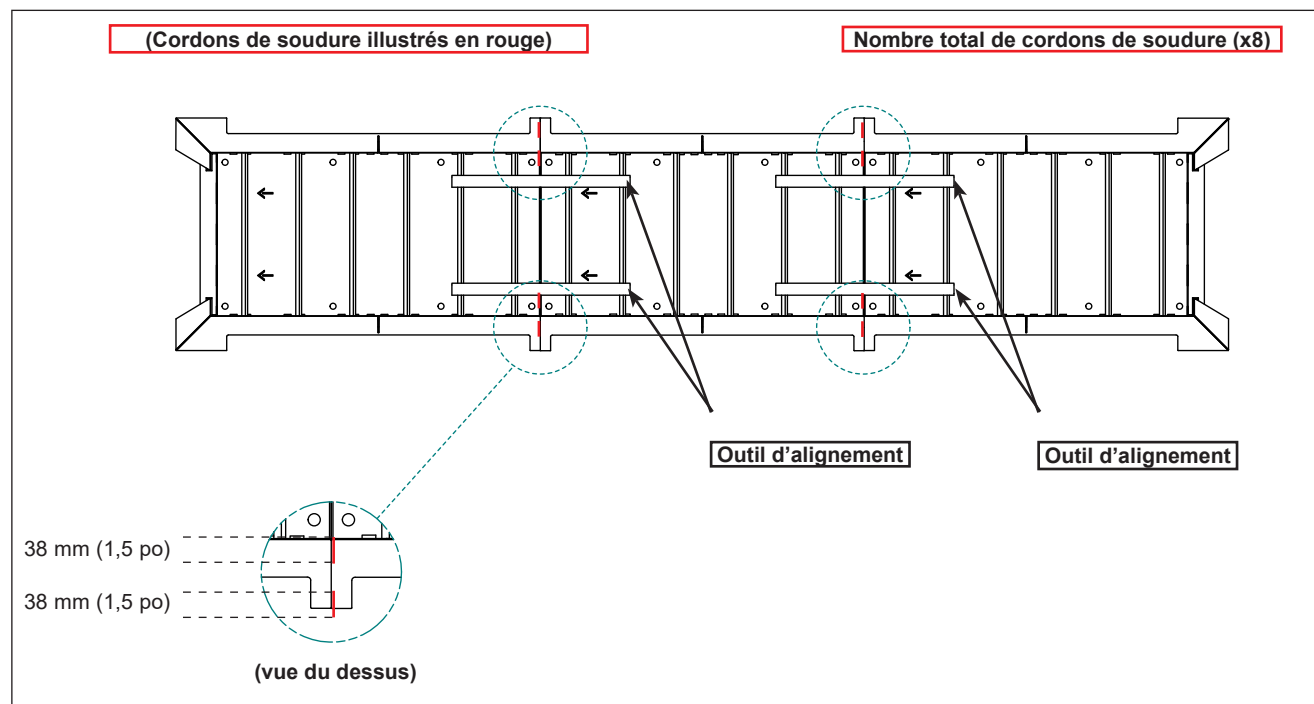

Figure 23
1. Mettre les plaques de roulage provisoirement en place en respectant les distances entre les éléments, à l'aide des outils d'alignement fournis. Voir **figure 23**.
5. Attacher les éléments de plaque de roulage l'un à l'autre par soudage à l'arc. Voir **figure 23** à la page 23.
- Quatre (4) cordons de soudure sont nécessaires entre chaque plaque : Deux (2) entre le corps des plaques et deux (2) entre les pattes de calage des plaques.